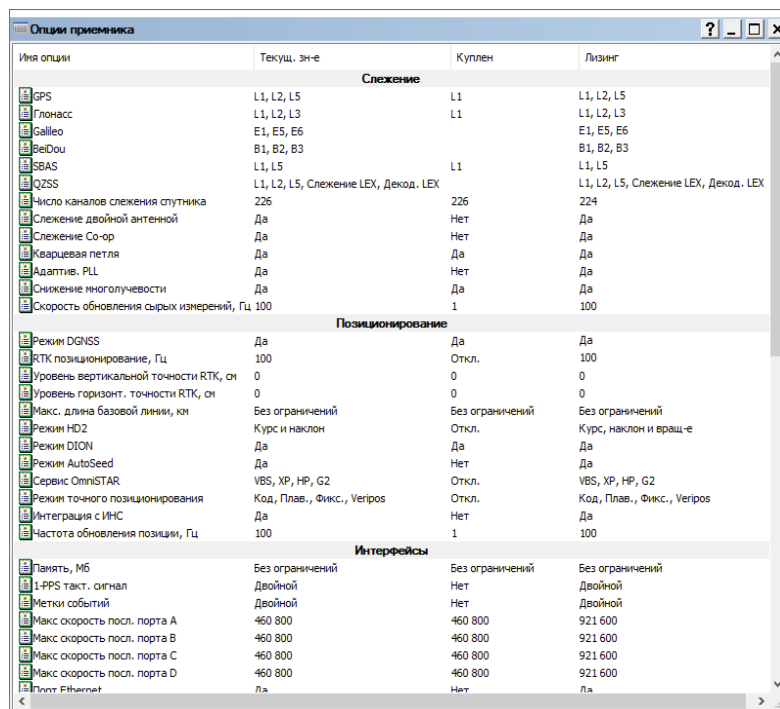

Рис. 24: Диалоговое окно Опции приёмника
7. Нажмите на значок **Опции**. Откроется диалоговое окно **Опции приёмника** (Рис. 24).